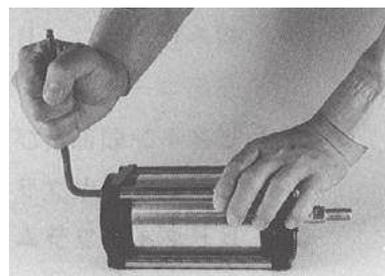

Fig.46
- ⑯ シリンダ全体を、作業台上に横倒しする。
⑰ a) 六角穴付きボルトに六角穴付きボルト用皿ばねを組み込む。
c) 両側の六角穴付きボルトをシリンダの継目のすき間が無くなるまで対角均等に締め付ける。(Fig.46)